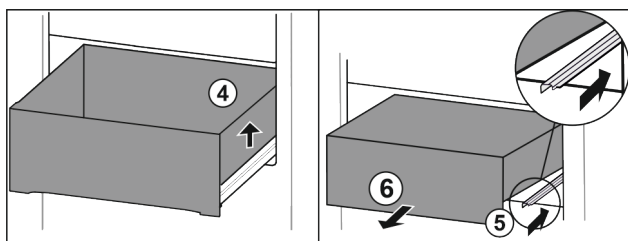

Fig. 24
- Soulever le tiroir sur la droite. Fig. 24 (4)
- Rentrer le rail de droite. Fig. 24 (5)
- Retirer le tiroir par l'avant. Fig. 24 (6)